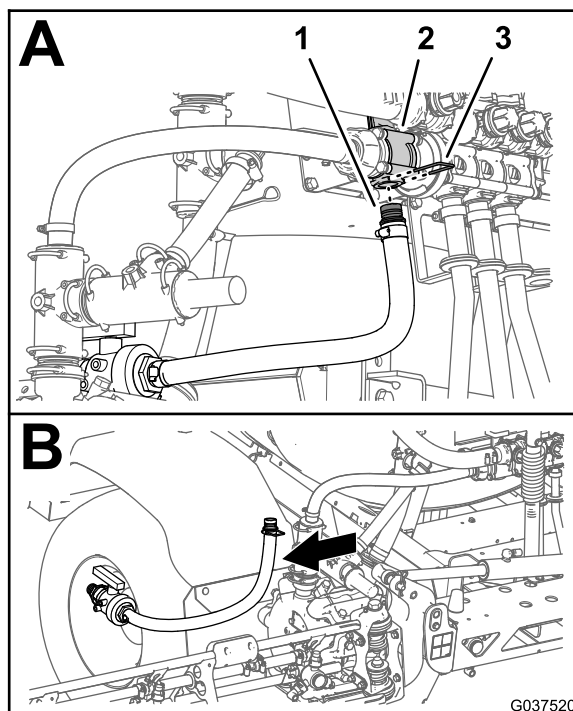

Figure 35
3. Retirez l'étrier qui fixe le raccord cannelé droit du flexible d'alimentation à la vanne d'agitation (Figure 35).
4. Déposez le clapet à bille et le flexible d'alimentation d'agitation de la machine (Figure 35).